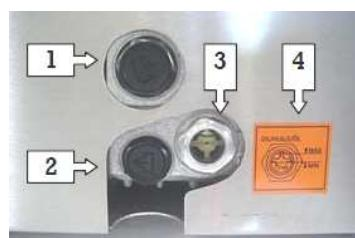

Abb. 4.2: Ölverschrauben und Ölstandsglas
- Lösen Sie die Ölabblassschraube (Abb. 4.2 Pos. 2) und lassen Sie das Öl ab.
- Wenn keine Ölabblassschraube vorhanden ist, dient das Ölstandsglas (Abb. 4.2 Pos. 3) als Ablassschraube.
- Lösen Sie die Öleinfüllschraube (Abb. 4.2 Pos. 1).